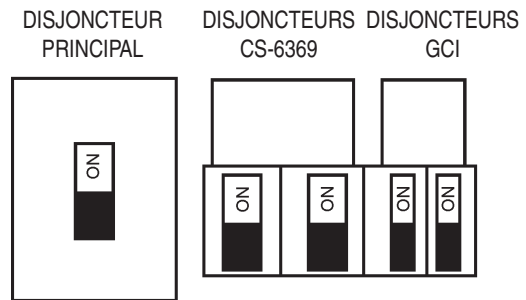

Figure 35. Disjoncteurs principal, auxiliaire et GFCI (ON)
10. Placez les disjoncteurs **GFCI, principal ou** auxiliaire (Figure 35) en position **ON** (marche).